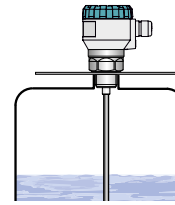

Рис. 7: Установка уровнемера в неметаллическом баке
- Для установки уровнемера в неметаллическом баке необходимо в месте подключения в процесс вставить металлическую пластину диаметром более 200 мм – см. рис. 7. Металлическая пластина должна быть в контакте с ограничителем резьбы уровнемера.